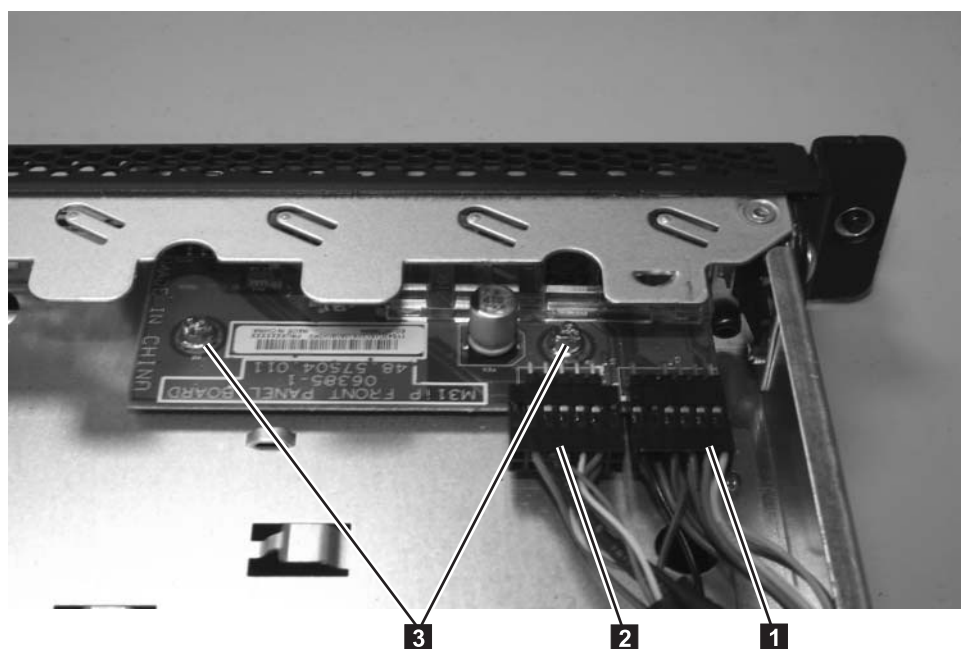

図 212. SAN ポリウム・コントローラー 2145-8A4 オペレーター情報パネル
5. オペレーター情報パネル を CD/DVD ベイ・ハウジングに固定しているねじ (図 212 の **3**) を取り外します。
7. ライト・パネル・ケーブル **1** および USB ケーブル **2** を、オペレーター情報パネル・ボードから切り離します (図 212 を参照)。